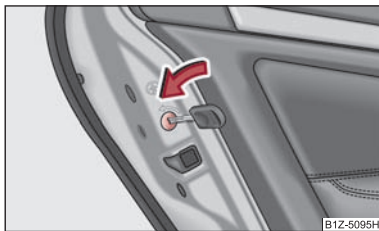

Fig. 24 Siguranța pentru copii de la ușile din spate
- Rotiți cu cheia de contact fanta din ușile din spate în sensul săgeții ⇒ fig. 24.